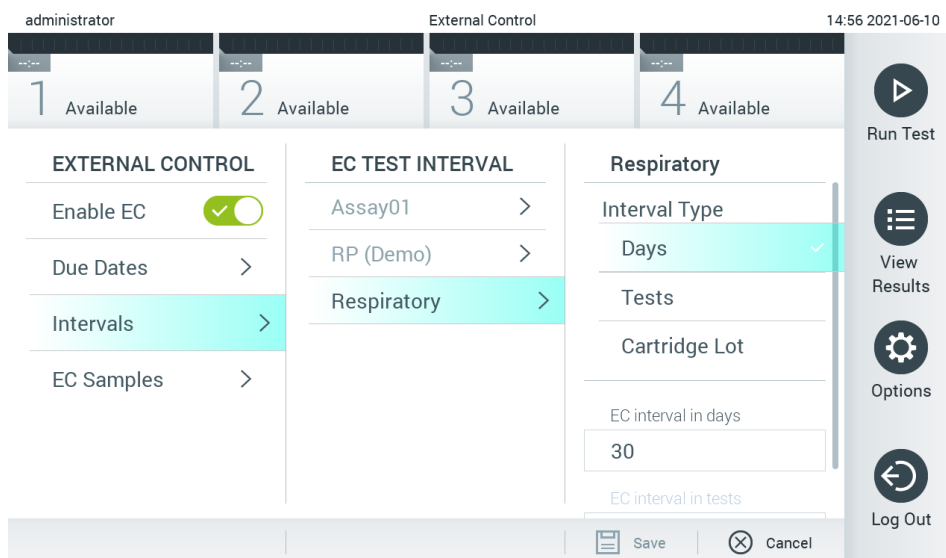

図 52. External Control Intervals (外部コントロールの間隔) 画面。
4. **Intervals** (間隔) を選択してから、リストからアッセイを選択し、間隔を設定します。間隔が経過した場合、選択したアッセイに対して外部コントロール検査を実行する必要があることをユーザーに通知するためのリマインダーが表示されます (図 52)。